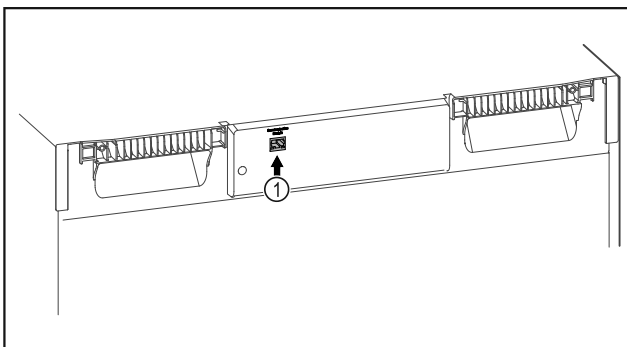

Fig. 89
- Το SmartModule Fig. 89 (1) χρησιμοποιείται.